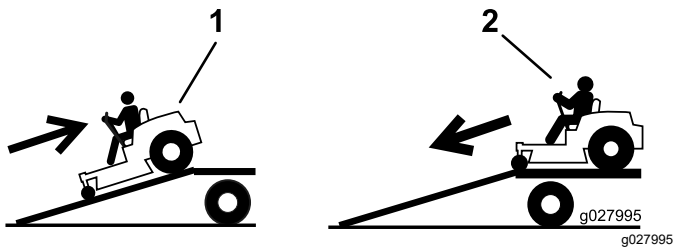

Figure 27
4. Montez la rampe en marche arrière (Figure 27).
2. Descendez la rampe en marche avant (Figure 27).